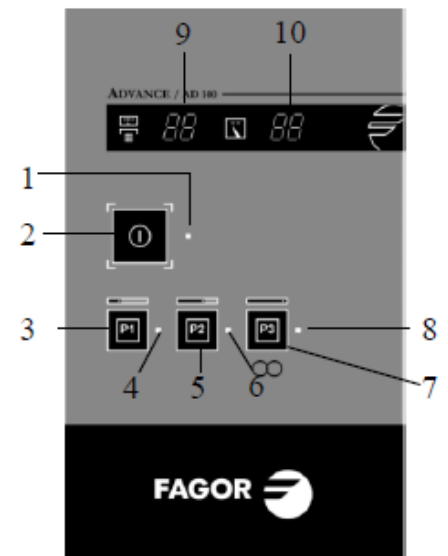

Рис.9
- Опустите крышку, нажмите кнопку (2) и удерживайте 1,5 секунды (рис. 9 , 10), в процессе включения машины загорится контрольная лампа включения (1), начнется забор воды для мытья и ополаскивания и ее нагрев. Машина будет готова к работе, когда термостат ополаскивания (9) покажет 85 - 90°C , а термостат мытья (10) покажет 55 - 60°C (рис. 9 , 10).
Модели AD - 120, AD - 120 В, AD - 120 С имеют 3 цикла P1(3), P2(5), P3(7), длящиеся 55, 80 и 120 секунд соответственно (рис. 9 , 10), и еще один нефиксированный, который активируется и деактивируется путем нажатия и удерживания в течение 3 секунд кнопки P3(7)
(рис. 9 , 10). Контрольная лампа включения 4,6 и 8 указывает, что машина находится в процессе работы.